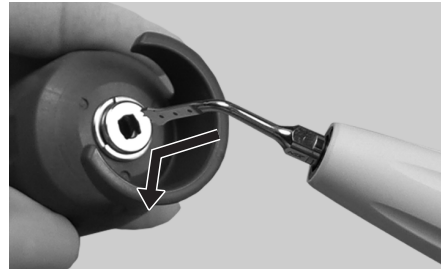

Fig. 16
- 2) Faites correspondre les formes carrées de l'insert au trou de la clé dynamométrique et insérez l'insert dans le trou (Fig. 16).